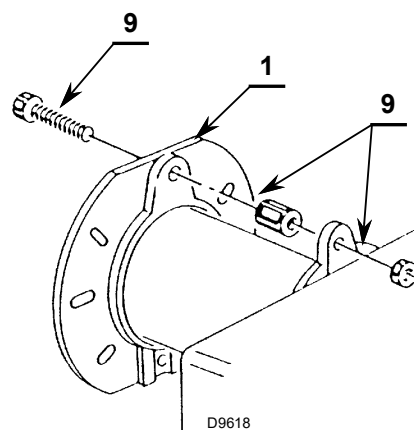

Fig. 9
- inserire sulla flangia 1) la vite e i due dadi 9)(Fig. 9).